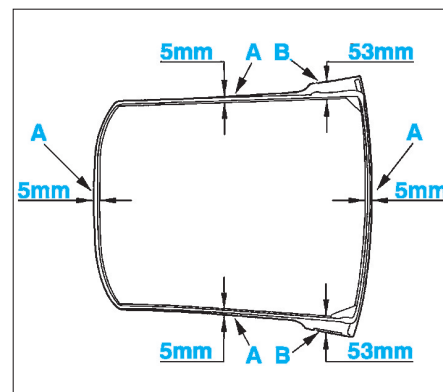

FIG. 132
- Appliquer le cordon de colle (en partant de l'axe du cordon de colle) (Fig.132) :